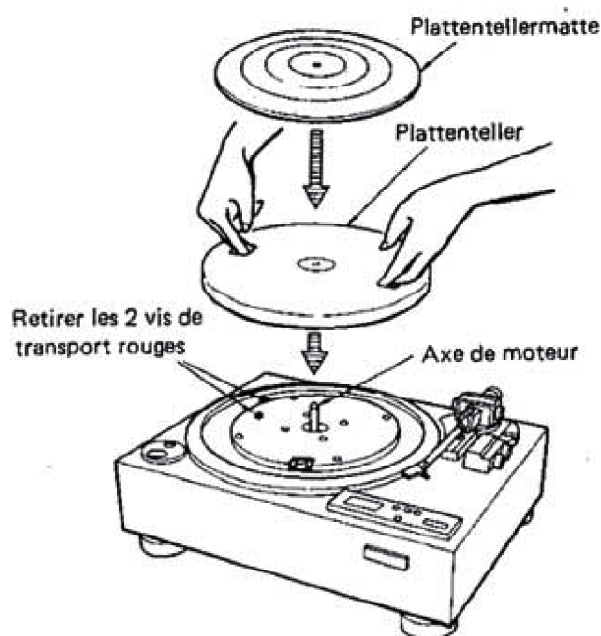

fig. 1
- (1) Retirer les deux vis de transport rouges (fig. 1).
- (2) Présenter doucement le plateau sur l'axe du moteur en le tenant par les deux trous, de la manière indiquée à la fig. 1.